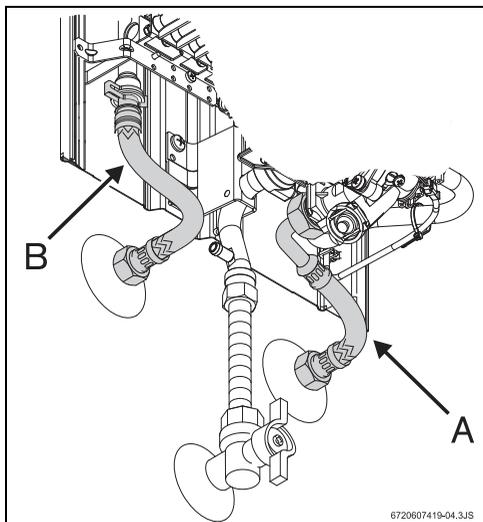

Рис. 12 Подключение водопровода
- Следить за тем, чтобы при подключении не перепутать место подсоединения водопровода холодной воды (рис. 12, [поз. А] - не поставляется с оборудованием) с местом подсоединения водопровода горячей воды (рис. 12, [поз. В]).